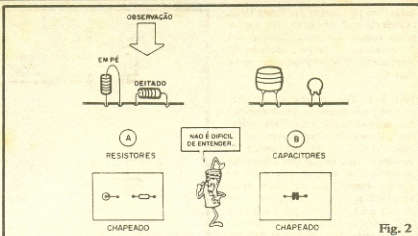

Fig. 2
Em tese, André, seu raciocínio está corretíssimo... Acontece que, na prática, devemos tomar cuidado com certas soluções **muito óbvias**, que, no geral, nos fazem esquecer de alguns "efeitos colaterais" importantes... Você não nos deu o parâmetro importante, para os cálculos e avaliações) de **corrente** da lâmpada, mas vamos atribuir uma corrente nominal típica de 40mA (0,04A) para a dita cuja, a fim de que tenhamos uma base para cálculos e explicações. Na fig. 2-A temos o arranjo proposto por Você... Realmente, se inserir o resistor R no "caminho" da alimentação, este (proporcionalmente ao seu valor ôhmico) reduzirá a corrente, fazendo com que as pilhas "durem mais". No entanto, a corrente original através da lâmpada (que era delimitada **unicamente** pela própria resistência apresentada pelo filamento
locar, no lugar do tal resistor, uma outra lâmpada, igual à original (6V x 40mA)! Com tal providência, as resistências de filamento das duas lâmpadas, em série, reduzem a corrente no sistema para exatamente a metade do que seria com apenas uma lâmpada (a durabilidade das pilhas, como Você deseja, será proporcionalmente incrementada...). Acontece que no arranjo, 2-B, embora cada uma das duas lâmpadas apresente luminosidade menor do que a mostrada pela única lâmpada do esquema original, a "soma" luminosa das duas (L1 mais L2) será, obviamente maior do que a luz emitida pela lâmpada "seriada" com o resistor (fig. 2-A). Com isso (embora tendo inicialmente uma despesa um pouco maior, já que uma segunda lâmpada custa mais do que um mero resistor...), Você terá a desejada economia de pilhas, porém sem muita perda luminosa! Você não explicou, na sua carta, onde está utilizando o arranjo, mas presumimos que não deverão ocorrer problemas de espaço, para se "enfiar" uma segunda lampadinha lá...
- **FIG. 2-A** - Os resistores podem ser montados "em pé" ou "deitados" sobre o lado não cobreado da placa. A figura mostra as representações adotadas para os dois casos. De modo geral, usamos a montagem "em pé" quando queremos economizar **área** (centrimetro quadrada) na placa.
- **FIG. 2-B** - Capacitores (no exemplo são vistos um **poliéster** e um **disco cerâmico**...) são, quase sempre, mon-